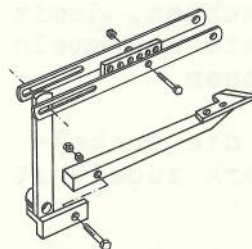

Abb.15
2. Beim Einsatz ist zu achten auf die richtige Tiefeneinstellung entsprechend der Wurzeltiefe der Rüben. Durch Versetzen der Lasche X (Abb. 15) ist eine 6fache Einstellung möglich.
3. Um die Maschine vor Überlastungen durch den Bodenlockerer zu schützen, ist eine Abscherschraube M 10 x 70 DIN 931-8.8 eingebaut. Abb. 15.